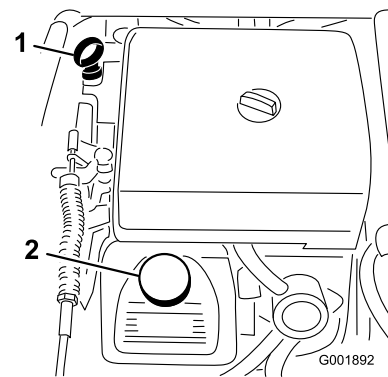

Figura 47
2. Togliete l'asta di livello ed asciugatela con un panno pulito (Figura 47). Inserite l'asta nel tubo e verificate che sia inserita a fondo. Rimuovete l'asta e controllate il livello dell'olio.
3. Se il livello dell'olio è basso, togliete il tappo di rifornimento dal coperchio della valvola (Figura 47) e versate dell'olio fino a portarne il livello al segno di pieno (Full) sull'asta. Versate l'olio lentamente, controllando spesso il livello durante questa operazione. Non riempite troppo.
- Versate lentamente circa l'80% della quantità indicata d'olio nel bocchettone di rifornimento (Figura 47).